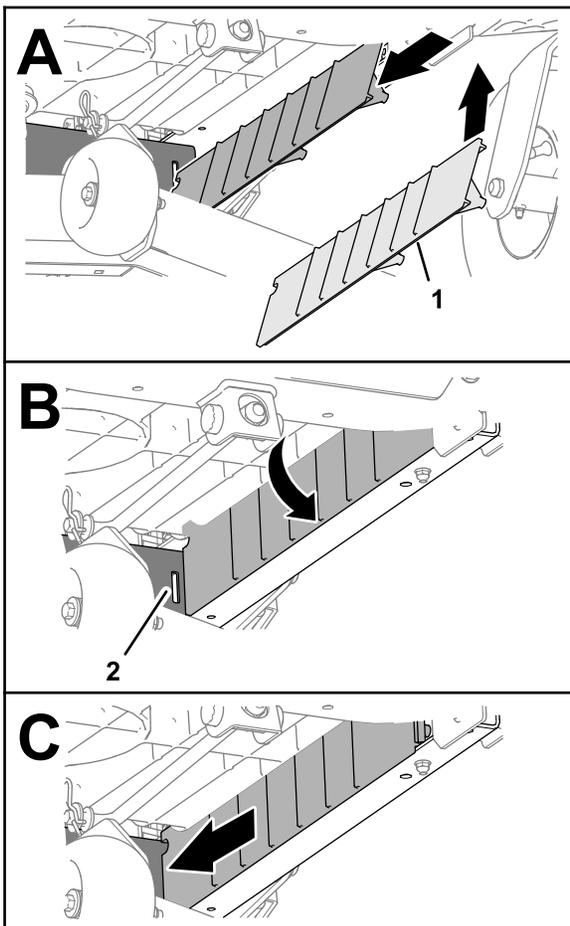

Bild 12
1. Richten Sie an der Unterseite der Maschine die Schienenabdeckung an der linken Rahmenschiene aus, drehen Sie die in Richtung der Rahmenschiene und schieben Sie die Abdeckung nach hinten, bis die Lasche vollständig in der Nut in der Querstrebe des Rahmens sitzt (Bild 12).